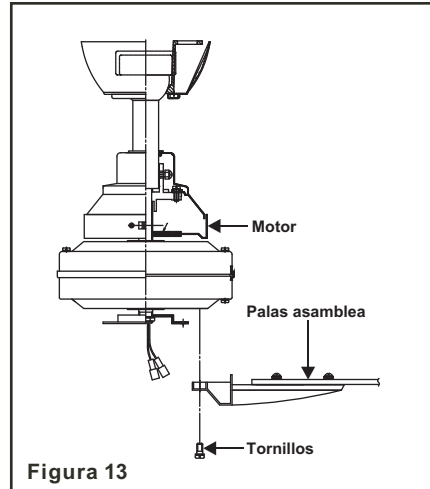

Figura 13
**Paso 3.** Alinie los agujeros de la abrazadera con los del motor y asegurela con los tornillos suministrados. Apriete bien los tornillos. (Figura 13).